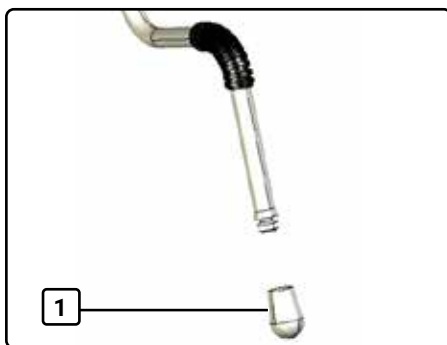

Abb. 9 Düse der Lanze, demontiert
2. Düse (1, Abb. 9) der Lanze mit der Hand abschrauben und zur Seite legen.